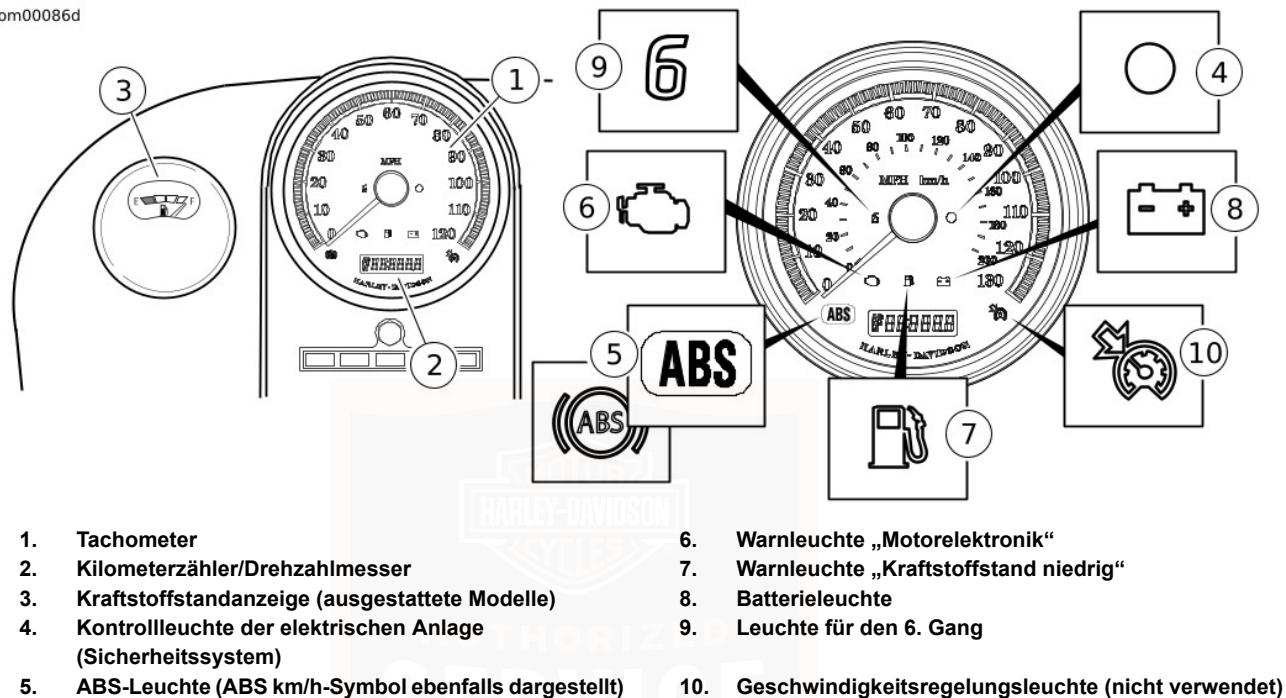

Abbildung 7. Tachometer/Kilometerzähler/Drehzahlmesser
Siehe Abbildung 7. Der Tachometer registriert die Geschwindigkeit in Kilometer pro Stunde (nur internationale Modelle) oder Meilen pro Stunde (nur US-Modelle).
Siehe Abbildung 7. Der Drehzahlmesser misst die Motordrehzahl in Umdrehungen pro Minute (U/min).
Siehe Abbildung 7. Die Warnleuchte Motorelektronik (6) befindet sich im Instrumentenblock. Sie zeigt an, ob der Motor bzw. das Motor-Management-System normal arbeitet. Die Farbe der Warnleuchte Motorelektronik ist orange.
Leuchtet: Siehe Abbildung 7. Die orange Warnleuchte „Kraftstoffstand niedrig“ (7) leuchtet, wenn der Kraftstoffstand im Tank den unteren Füllstandgrenzwert erreicht. Siehe Tabelle 12.
Siehe Abbildung 7. Die Leuchte für den 6. Gang (9) leuchtet, wenn das Getriebe im 6. Gang ist.
Siehe Abbildung 7. Die Batterieleuchte (8) zeigt an, ob die Batterie überladen oder nicht ausreichend geladen ist. Siehe WARTUNG UND SCHMIERUNG > WARTUNG DER BATTERIE (Seite 147).
Siehe Abbildung 7. Bei Motorrädern mit einem Sicherheitssystem leuchtet die Kontrollleuchte der elektrischen Anlage beim Scharfschalten des Sicherheitssystems auf. Siehe SICHERHEITSSYSTEM > SICHERHEITSSYSTEM (Seite 79).
Blinkt: Siehe Abbildung 7. Bei Fahrzeugen mit ABS beginnt die ABS-Leuchte (5) zu blinken, wenn das Fahrzeug eingeschaltet wird. Die blinkende Leuchte zeigt an, dass sich das System im Selbstdiagnosemodus befindet. Sie blinkt, bis das Motorrad eine Fahrgeschwindigkeit von mehr als 5 km/h (3 mph) erreicht. Das ABS ist nicht betriebsbereit, solange die Leuchte leuchtet.